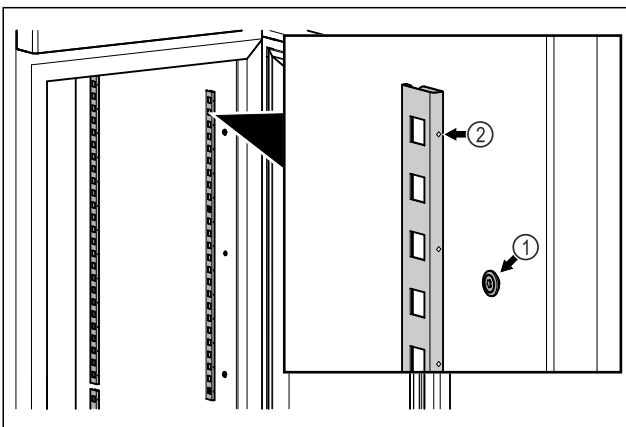

Fig. 58 Beispielhafte Darstellung
- ▶ Rastenleisten in Aufhängung Fig. 58 (1) einhaken. Markierung Fig. 58 (2) muss nach vorne zeigen.